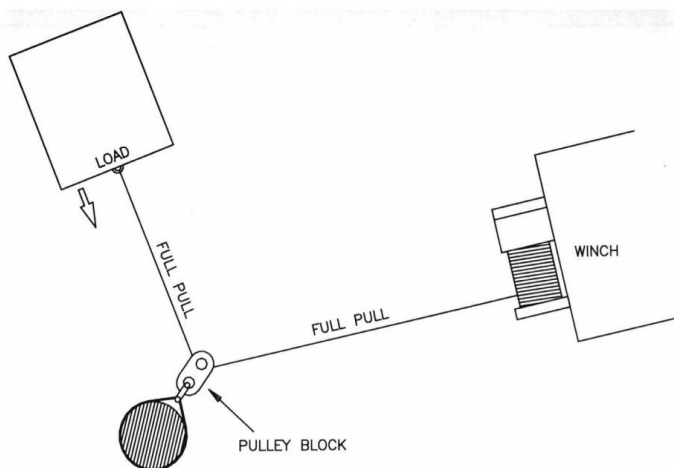

Figura 20
20. La figura 20 illustra l'uso di un blocco di puleggia per cambiare la direzione della trazione. Il vantaggio meccanico può essere ottenuto collegando un blocco di puleggia alla fettuccia di nylon con un grillo e facendo passare la fune metallica fino al punto di ancoraggio.